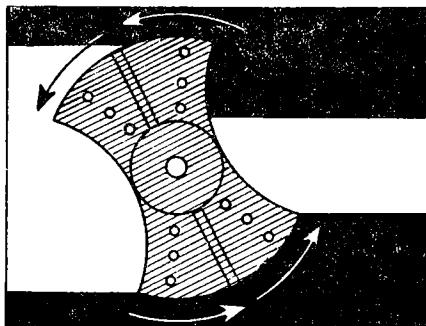

Рис. 4. Принцип действия цилиндрического обтюратора
**Цилиндрический** обтюратор представляет собой барабан с частично вырезанными стенками (рис. 4). К преимуществам цилиндрического, как и двойного дискового обтюратора, относится меньшая светоизглощаемость за счет малого времени, потребного для перекрытия светового луча. Световой поток, идущий слева от источника света, перекрывается одновременно сверху и снизу двумя лопастями обтюратора. Однако цилиндрический обтюратор уступает двойному дисковому в отношении трудностей получения малых углов лопастей.